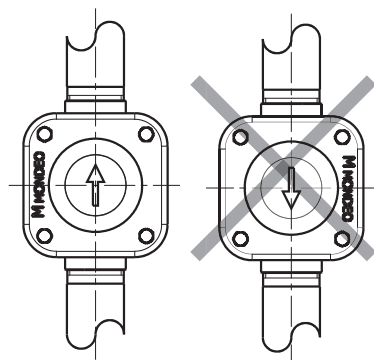

fig. 2
- La valvola può essere installata in posizione verticale (Fig. 2) con la freccia di direzione flusso rivolta verso l'alto.